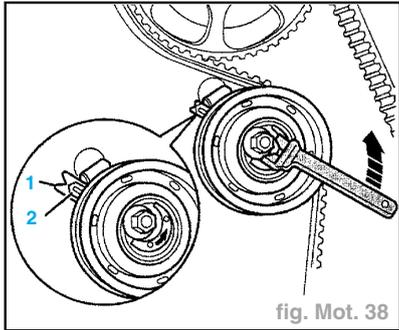

fig. Mot. 38
- Tourner le galet tendeur semi-automatique à gauche et jusqu'en butée au moyen du serre-écrous **MP 1-302** (fig. Mot. 38).